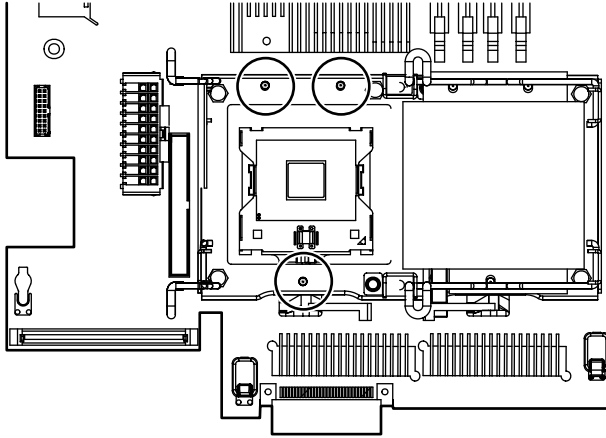

Abbildung 73 Ausrichten der Prozessorstifte nach den zugehörigen Löchern
2. Richten Sie die Löcher im Kühlkörper nach den Führungstiften des Prozessorfachs aus (Abbildung 73).